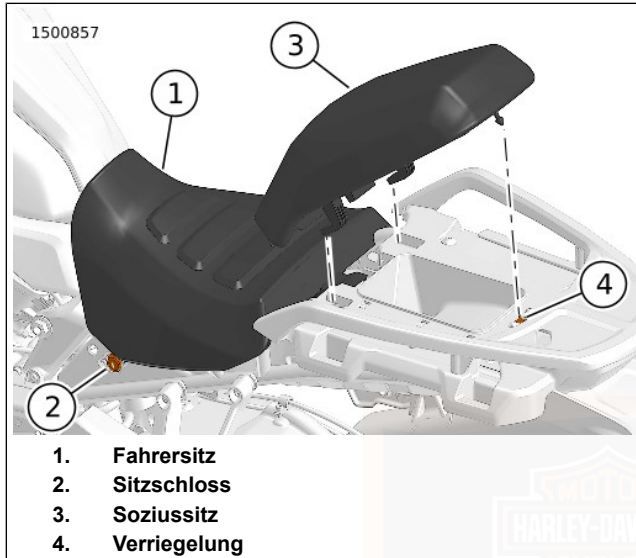
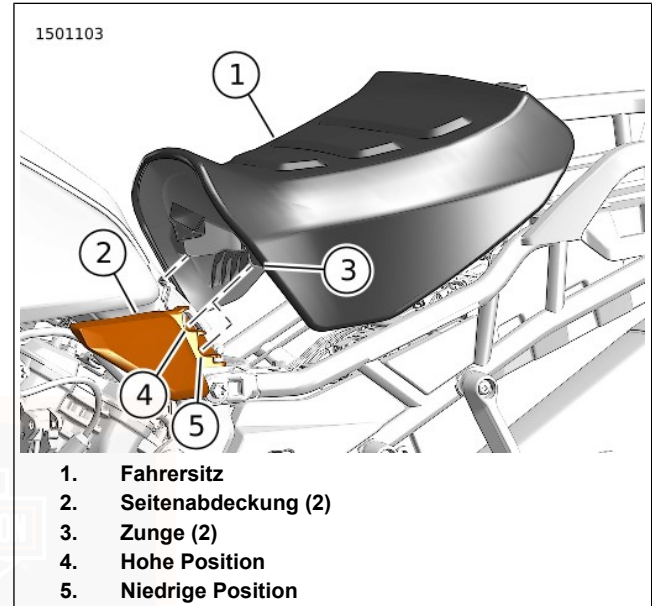

Abbildung 83. Soziussitz
Abbildung 84. Fahrersitz (zweiteilig)
1. Siehe Abbildung 83. Den Schlüssel in das Sitzschloss (2) stecken.
2. Den Schlüssel drehen, um die Verriegelung (4) zu entsperren.
3. Zum Entfernen erst anheben und dann nach hinten auf den Soziussitz (3) heben.
4. Zum Entfernen erst anheben und dann nach hinten auf den hinteren Teil des Fahrersitzes (1) heben.
1. Siehe Abbildung 84. Die Zungen (3) des Fahrersitzes (1) in die hohen (4) oder niedrigen (5) Schlitze der Seitenabdeckungen (2) einführen.
2. Den hinteren Teil des Fahrersitzes (1) in seine Position absenken.
3. Siehe Abbildung 83. Die Zungen am Soziussitz (3) in die Schlitze der Sitzhalterung einrasten lassen.